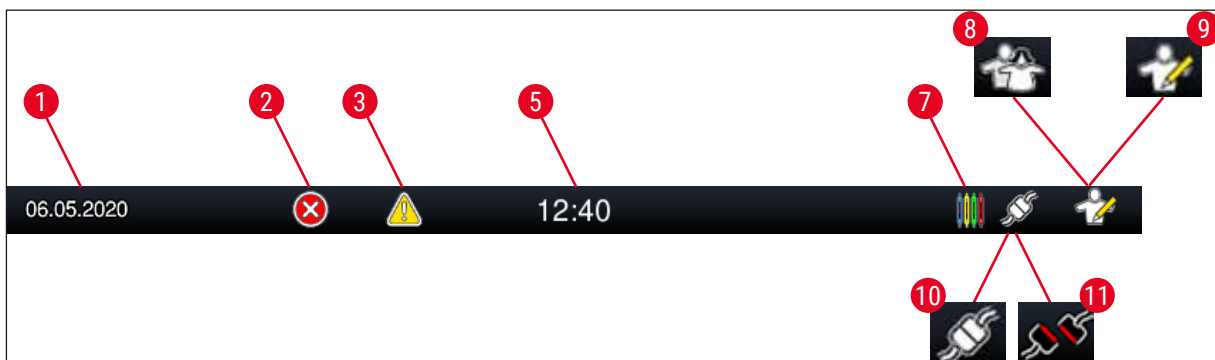

Рис. 16
4. Текущий статус пользователя отображается соответствующим символом в строке состояния (→ "Рис. 16") справа вверху.